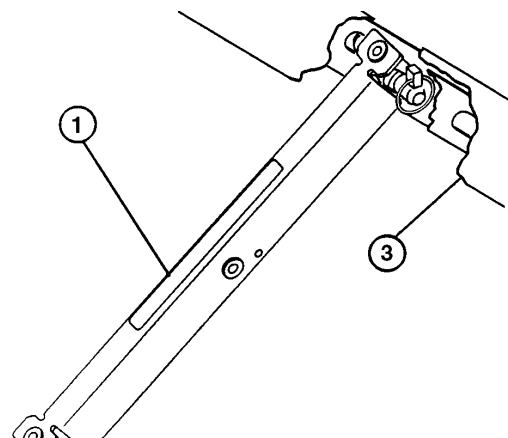

Fig. 11
- C. Skyv lasteplanstøtten inn på sylindrestangen, men pass på at støttens endeklaffer hviler mot enden av sylinderrøret og på sylindrestangens ende (fig. 11).